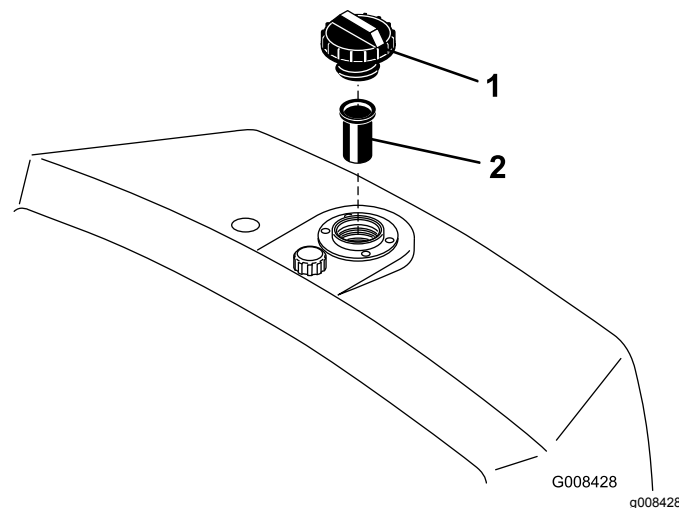

Figura 26
2. Retire el tapón del depósito y verifique el nivel de aceite. El nivel de líquido debe llegar a la parte inferior del filtro de malla del cuello de llenado (Figura 26).